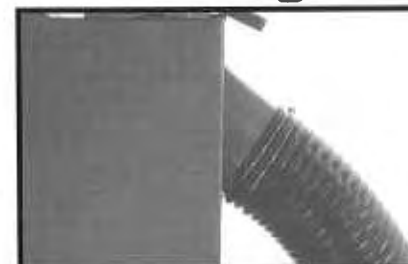

Fig. 14
4. Serrez la vis de la serre (Fig. 14).